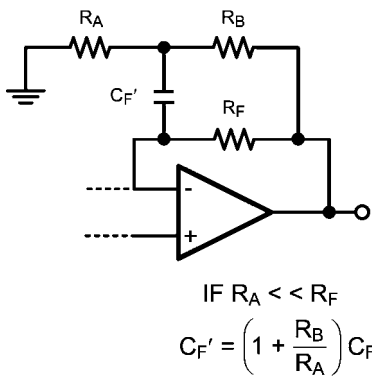

FIGURE 10. Obtaining Small  $C_F$  from Large  $C_F'$
$C_F$  を式 (3) で計算すると極端に小さい値 (< 1pF) になる場合があります。これは特に高速アプリケーションでよく見られます。このような場合に、合理的な値を得るには Figure 10 の回路を使用するのが現実的です。この回路では、 $C_F'$  の容量は実効帰還容量  $C_F$  の  $(1 + R_B/R_A)$  倍です。ここでは大きな値のコンデンサを使用してこの回路で小さくて有効な容量を得ることができます。